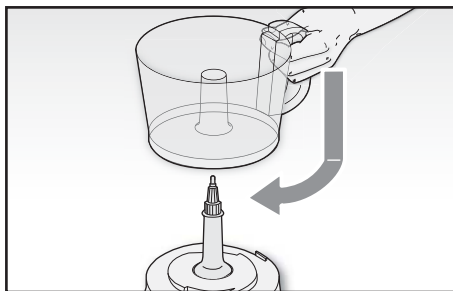

Fig. 3
- 2 Collocare la ciotola (P) sul corpo motore e bloccarla ruotandola in senso orario in modo che l'aletta posta nella parte inferiore del manico si innesti perfettamente a scatto nella fessura sul corpo motore (Fig. 3).